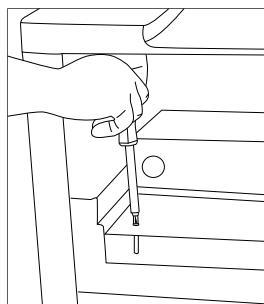

Рис.4
1. Снимите защиту от щепок открутив винты.(Рис.4)